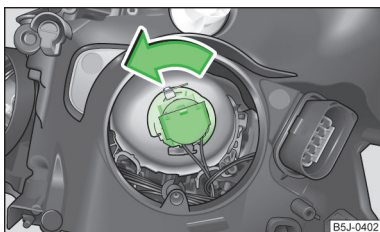

Fig. 159
- Rotiți conectorul împreună cu becul până la limită, în sensul săgeții » fig. 159 și extrageți-l.